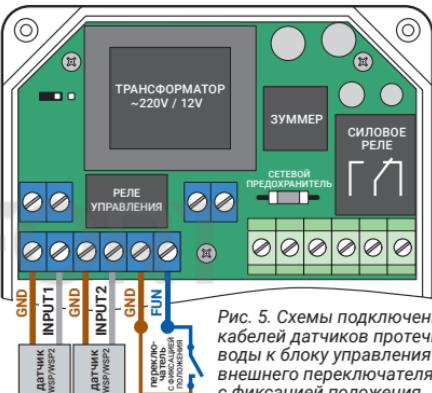

Рис. 5. Схемы подключения кабелей датчиков протечки воды к блоку управления и внешнего переключателя с фиксацией положения
6.2. Рис. 5. Схема подключения кабелей датчиков протечки воды к блоку управления. Все датчики протечки воды подключаются параллельно.
6.3. Рис. 5. Схема подключения к блоку управления переключателя (выключателя) с фиксацией положения. Предназначена для дистанционного включения/отключения водоснабжения. При замыкании переключателя шаровой электропривод закроется, подача воды будет отключена. Также отключается выполнение функции «автоповорот». При размыкании переключателя шаровой электропривод откроется, подача воды будет возобновлена.